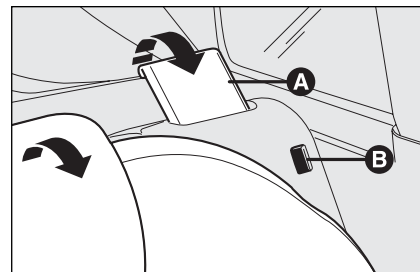

fig. 97
- ☐ soulever le levier **A-fig. 97** de retenue du dossier et rabattre celui-ci en avant. Le soulèvement du levier est mis en évidence par une "bande rouge" **B**.